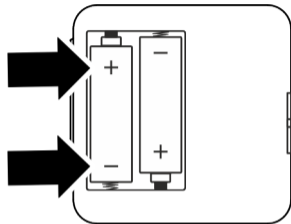

Abb. 4: Batterie einlegen
3. Die 2 Alkalibatterien vom Typ 1,5 V AA LR6 mit richtiger Polung (Abb. 4) in den Gehäusedeckel einlegen.
5. Die 2 Alkalibatterien vom Typ 1,5 V AA LR6 mit richtiger Polung (Abb. 4) in den Gehäusedeckel einlegen.